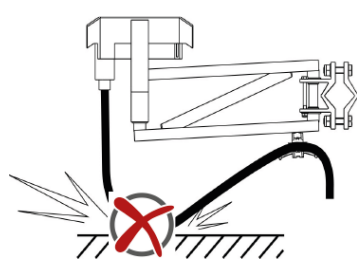
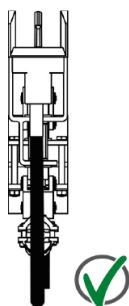

Abb. 115: Anschlussleitung darf nicht aufliegen
Abb. 121: Anschlussleitung ist nicht verdreht
- Anschlussleitungen richtkräftfrei und hochflexibel ausführen, um ein Auslenken, Ziehen oder Drücken auf die Schleifkontakte oder Bewegungseinschränkungen des Stromabnehmers zu vermeiden (siehe Abb. 115 bis Abb. 121).
- Auf die Auswahl der Anschlussleitung und auf eine richt- und zugkrafftfreie Verlegung der Anschlussleitungen achten (siehe Abb. 115 bis Abb. 121).